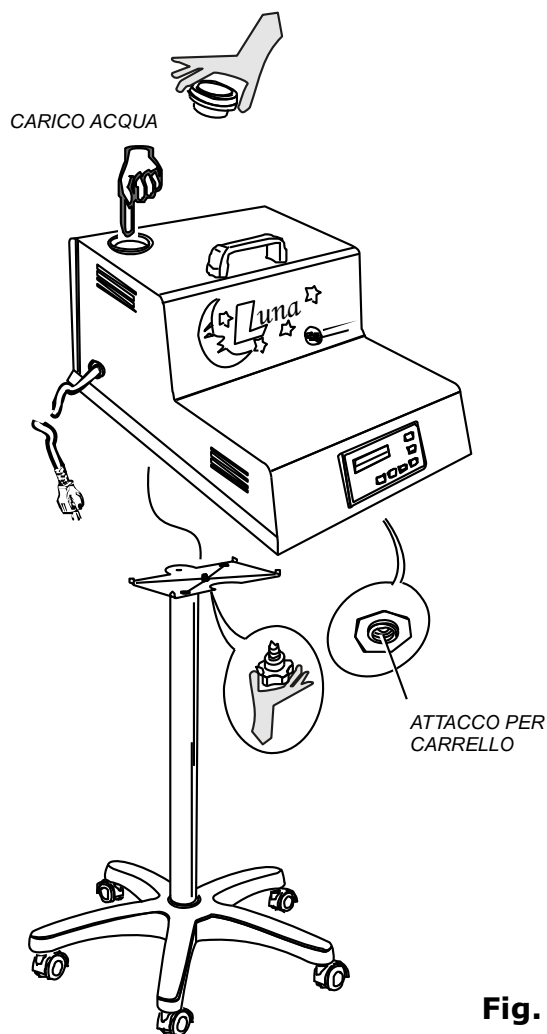

Fig. 2
5. Per la LUNA PLUS dotata di carrello: avvitare il pomello del carrello sull'apposito attacco presente sotto la base della LUNA PLUS (fig. 2).
1. Sollevare il tappo della LUNA PLUS (fig. 2), e riempire d'acqua il serbatoio (circa 1,1 litri). Si consiglia di riempire la vaschetta servendosi di un imbuto. Ad operazione conclusa reinserire il tappo.
L'accensione di tanto in tanto dell'icona  assieme alla scritta "CARICO ACQUA" indica che la LUNA PLUS sta rabboccando d'acqua la caldaia. È perciò importante rifornire costantemente il serbatoio di carico acqua (fig. 2).